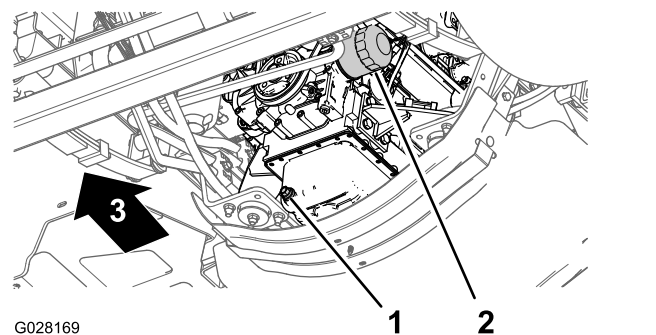

Figura 75
3. Coloque un recipiente de drenaje debajo del filtro de aceite del motor (Figura 75).
4. Retire el filtro de aceite usado (Figura 75).
8. Instale el filtro de aceite en el adaptador de filtro, gire el filtro de aceite en sentido horario hasta que la junta de goma entre en contacto con el adaptador del filtro, luego apriete el filtro media vuelta más (Figura 75).
1. Coloque un recipiente debajo del tapón de vaciado (Figura 75).
2. Retire el tapón de vaciado (Figura 75) y deje que el aceite se drene completamente.